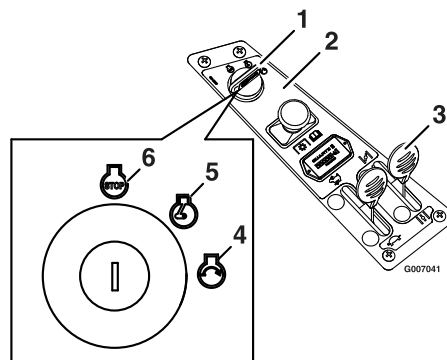

Bild 11
4. Drehen Sie den Zündschlüssel auf Start, um den Anlasser zu aktivieren. Lassen Sie den Schlüssel los, wenn der Motor anspringt (Bild 11).
5. Wenn der Motor aussetzt oder unregelmäßig läuft, schieben Sie den Chokehebel für ein paar Sekunden etwas nach vorne (Bild 11).
1. Stellen Sie den Gasbedienungshebel zwischen Halb- und Vollgas (Bild 11).
3. Drehen Sie den Zündschlüssel auf „Aus“ (Bild 11).